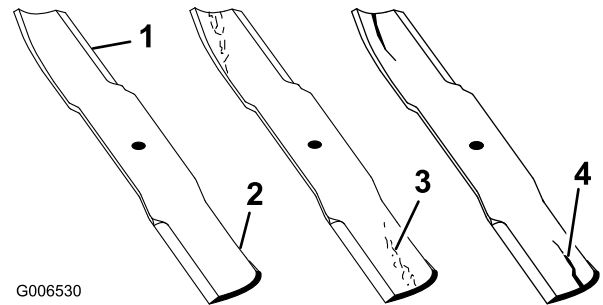

Figura 97
1. Inspeccione los filos de corte (Figura 97). Si los bordes no están afilados o tienen muescas, retire las cuchillas y afílelas. Consulte Afilado de las cuchillas.
2. Inspeccione las cuchillas, especialmente la parte curva (Figura 97). Si observa daños, desgaste o la formación de una ranura en esta zona (Figura 97), instale inmediatamente una cuchilla nueva.